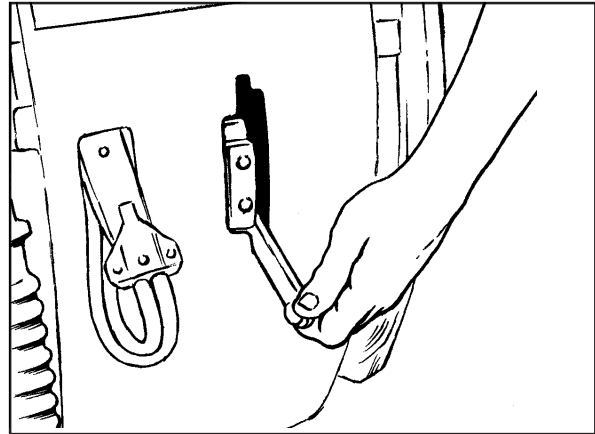

Abb. 18
1. Zum Senken der Saugleiste und Starten des Vakuummotors bewegen Sie den Saugleistenhebel nach rechts und nach unten. Siehe Abb.18.